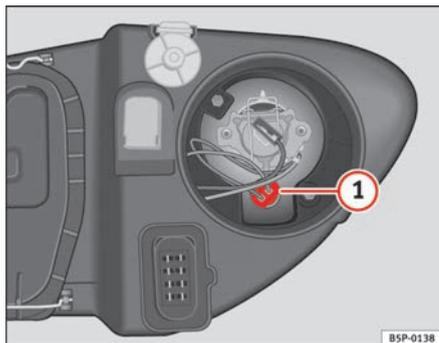

Abb. 189 Standlicht
- Die Fassung ⇒ Abb. 189 (1) herausnehmen.